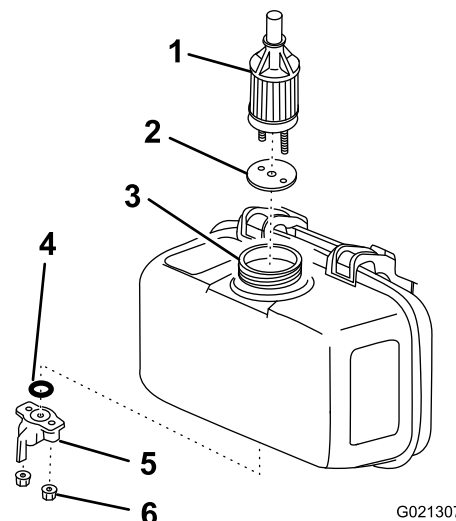

Figura 41
5. Afloje las tuercas situadas debajo de la palanca de cierre de combustible (Figura 41).
6. Retire y deseche la junta tórica (Figura 41).
7. Extraiga el filtro de salida de combustible y la junta del orificio de llenado (Figura 41).
8. Instale un nuevo filtro de salida de combustible y una junta a través del orificio de llenado y asíéntelos en el depósito de combustible (Figura 41).
9. Instale una junta tórica nueva en la palanca de cierre de combustible, e instale el conjunto en el depósito de combustible usando las tuercas situadas debajo de la palanca de cierre de combustible (Figura 41).